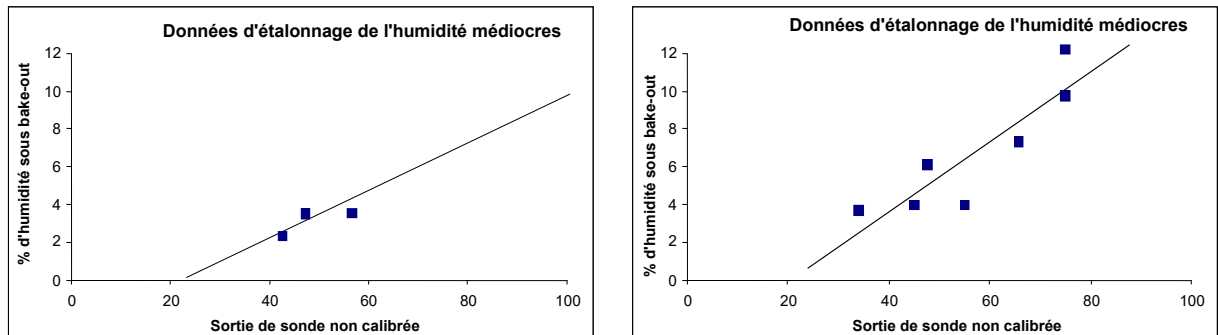

Figure 18 : exemples de points d'étalonnage du matériau incorrects
- Les échantillons prélevés ont des taux d'humidité trop proches (Figure 18, gauche). Une plage suffisante doit être utilisée.
- Il existe une grande dispersion entre les mesures, comme le montre le graphique d'étalonnage Figure 18 (à droite). Ceci implique généralement une approche peu fiable ou incohérente du prélèvement des échantillons pour un séchage au four ou un mauvais positionnement de la sonde avec un flux de matériau inapproprié au-dessus de la sonde.